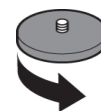

Abb. 43
- 2- Entfernen Sie manuell die seitlichen oder mittleren Filter, indem Sie die Klemmutter, die sich oberhalb des Filters befindet, abschrauben. (Abb. 43)